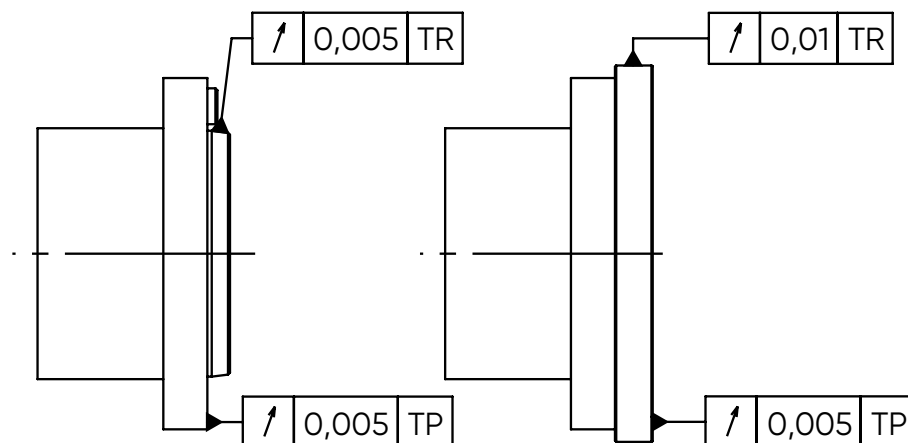

Abb. 3-2: Prüfung von Plan- und Rundlauf
- Schritt 2** Bringen Sie das Zugrohr (2) in die vorderste Stellung und schrauben Sie den Adapter (3), nachdem Sie das Gewinde zur Vorbeugung gegen Festrosten/Festfressen mit Kupferpaste eingestrichen haben, auf das Zugrohr.
- Schritt 3** Befestigen Sie den Zwischenflansch (4) auf der Spindel (falls das Futter nicht direkt mit der Spindel verschraubt wird) und prüfen Sie Rund- und Planlauf gemäß Abb. 3-2 [... ▶ 18]
- Schritt 4** Entfernen Sie die Dichtbuchse (1) vom Spannfutter, damit Sie später (siehe Schritt 7) die Nutmutter (5) aufdrehen können.